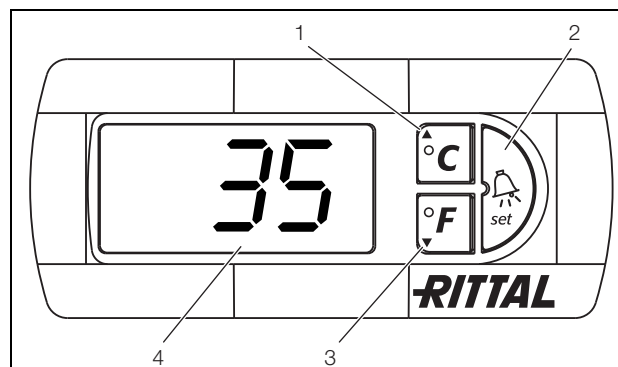

Imagen 30: Controlador e-Comfort
El refrigerador trabaja de forma automática, es decir, después de la conexión de la fuente de alimentación el ventilador del evaporador (ver imagen 3) funciona continuamente y hace circular el aire interior del armario de forma permanente. El controlador e-Confort regula el compresor y el ventilador del condensador. El controlador e-Confort dispone de una indicación de 7 segmentos (imagen 30). En esta se muestra, tras la conexión de la fuente de alimentación, durante aprox. 2 segundos la versión actual del software, así como la activación del modo Eco. A continuación una opción preajustada (por ej. t10) o bien la temperatura.
La programación del equipo se realiza a través de las teclas 1 – 3 (imagen 30). Los parámetros también aparecen en la indicación.
■ Presione simultáneamente las teclas 1 y 2 (imagen 30) durante 5 segundos mín.
Con las teclas 1, 2 y 3 (imagen 30) puede modificar 24 parámetros dentro de los niveles preestablecidos (valor mín., valor máx.).